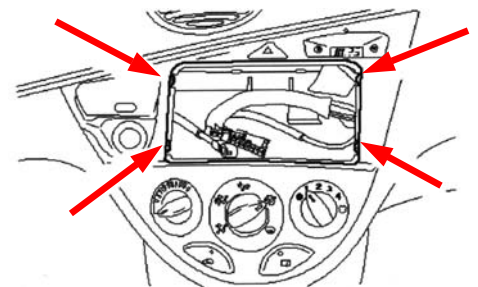

Ilustración 1
- Desmontar el radiocasete o el reproductor de CD (véase ilustración 1).